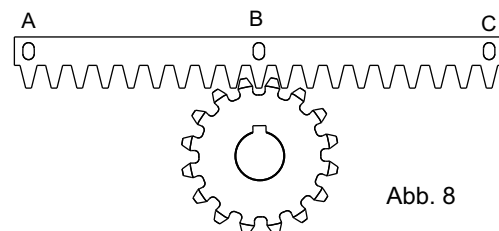
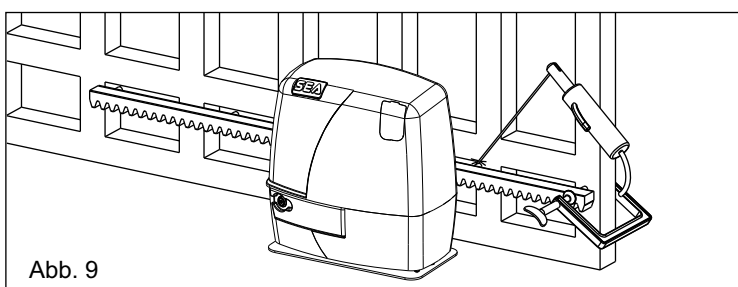

Abb. 8
Abb. 9
5.3. Das Zahnstangenelement parallel zur Bodenschiene des Tores auf das Zahnrad des Antriebs lehnen, wie in Abb.8 positionieren und den mittleren Stift an die Torstruktur festschweißen (Abb. 9).